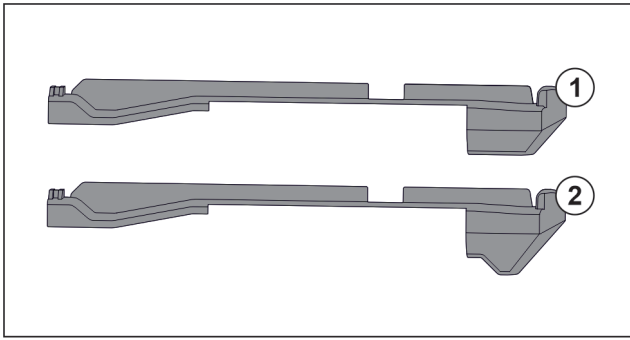

Fig. 52 Порівняння вставних частин
У пристрої є дві різні вставні частини. Вставна частина над самим нижнім висувним ящиком Fig. 52 (2) має трикутний край. Всі інші вставні частини Fig. 52 (1) мають прямий край.
- ▶ Розмістити вставну частину Fig. 52 (2) з трикутним краєм над самим нижнім висувним ящиком.
- ▶ Розмістити вставну частину Fig. 52 (1) з прямим краєм у всіх інших місцях.